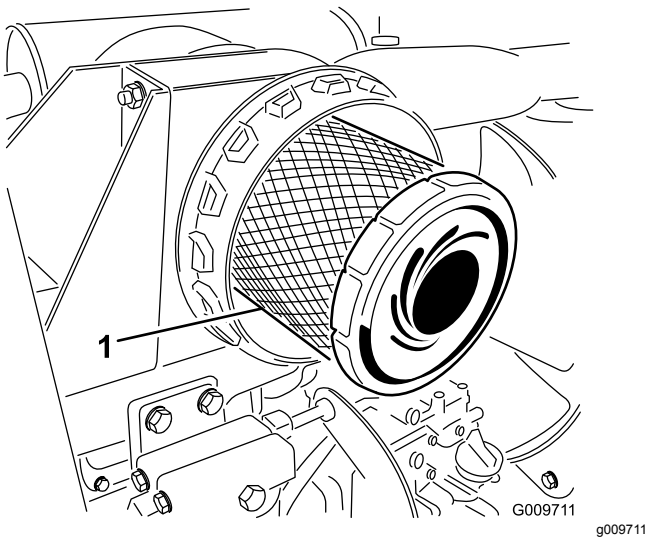

Figura 27
3. Retire e substitua o filtro primário (Figura 27). Não se recomenda a limpeza do elemento usado devido a possibilidade de danos no meio do filtro. Inspeção o filtro novo para ver se sofreu danos durante o transporte, verificando a extremidade vedante do filtro e o corpo. **Não utilize um elemento danificado.** Insira um filtro novo aplicando pressão no anel exterior do elemento para o assentar no recipiente. **Não pressione no centro flexível do filtro.**